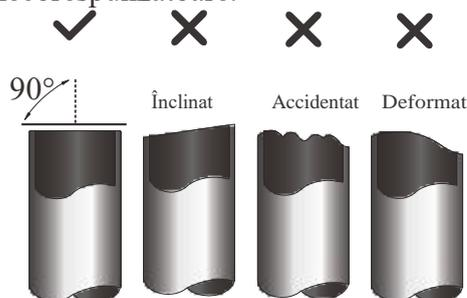

Fig. 5.1
3. Asigurați-vă că țevă este tăiată la 90 ° perfectă unghi. Consultați **Fig. 5.1** pentru exemplele de tăiere necorespunzătoare.